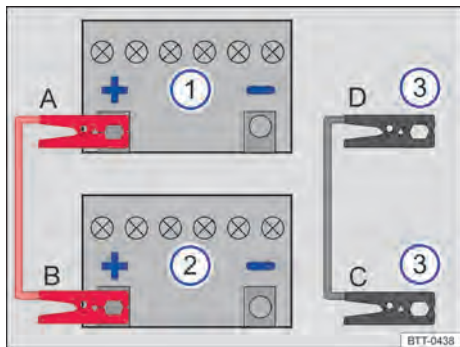
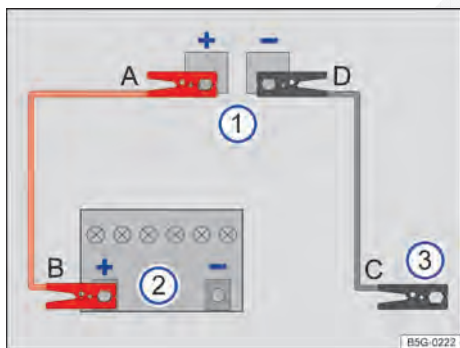

Fig. 315 Esquema para a conexão dos cabos auxiliares de partida no veículo que presta auxílio à partida (bateria do veículo no compartimento do motor).
Fig. 316 Esquema para a conexão dos cabos auxiliares de partida no veículo que presta auxílio à partida (bateria do veículo no compartimento de bagagem).
Legenda para Fig. 315 e Fig. 316:
Conectar o cabo auxiliar de partida somente na sequência **A – B – C – D** → Fig. 315.
- Conectar uma extremidade do cabo auxiliar de partida **vermelho** ao polo positivo (+) do veículo com a bateria do veículo descarregada → Fig. 315 ❶ → ⚠️.
- Conectar a outra extremidade do cabo auxiliar de partida **vermelho** ao polo positivo (+) da bateria do veículo fornecedora de corrente → Fig. 315 ❷.
- Conectar uma extremidade do cabo auxiliar de partida **preto** → Fig. 315 ❸, de preferência, num ponto de auxílio à partida (ponto de aterramento), ou então, na argola de reboque dianteira roscada, conectar uma peça metálica maciça firmemente aparafusada com o bloco do motor ou no próprio bloco do motor.
- Conectar a outra extremidade do cabo auxiliar de partida **preto** → Fig. 315 ❸ no veículo com a bateria descarregada, de preferência, ao ponto de auxílio à partida (ponto de aterramento) → Página 465 ou então na argola de reboque dianteira aparafusada → Página 468, ►
Conectar o cabo auxiliar de partida somente na sequência **A – B – C – D** → Fig. 316.
- Conectar uma extremidade do cabo auxiliar de partida *vermelho* ao ponto de auxílio à partida (polo positivo **(+)**) do veículo com a bateria do veículo descarregada → Fig. 316  → .
- Conectar a outra extremidade do cabo auxiliar de partida *vermelho* ao polo positivo **(+)** da bateria do veículo fornecedora de corrente → Fig. 316 .
- Conectar uma extremidade do cabo auxiliar de partida *preto* → Fig. 316 , de preferência, num ponto de auxílio à partida (ponto de aterramento), ou então, na argola de reboque dianteira roscada, conectar uma peça metálica maciça firmemente aparafusada com o bloco do motor ou no próprio bloco do motor.
- Conectar a outra extremidade do cabo auxiliar de partida *preto* → Fig. 316  no veículo com a bateria descarregada, de preferência, ao ponto de auxílio à partida (ponto de aterramento) → Página 465 ou então na argola de reboque dianteira aparafusada → Página 468, numa peça metálica maciça firmemente aparafusada com o bloco do motor ou no próprio bloco do motor → .
- Conectar a outra extremidade do cabo auxiliar de partida *preto* no veículo com a bateria do veículo descarregada no ponto de auxílio à partida (ponto de aterramento) → Página 465 → Fig. 316  → .
- Desconectar o cabo auxiliar de partida com o motor em funcionamento somente na sequência **D – C – B – A** → Fig. 315 ou → Fig. 316.